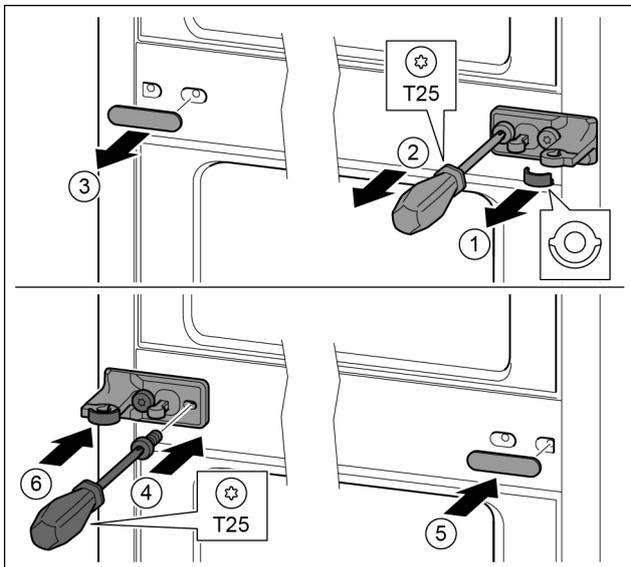

Fig. 29
- ▶ Retire la arandela. Fig. 29 (1)
- ▶ Desenrosque los tornillos con el destornillador T25. Fig. 29 (2)
- ▶ Retire la cubierta con cuidado. Fig. 29 (3)
- ▶ Atornille el soporte de cojinete con la lámina girado 180° en el otro lado para fijarlo. Fig. 29 (4)
- ▶ Coloque la cubierta girada 180° en el otro lado. Fig. 29 (5)
- ▶ Coloque la arandela desde la parte delantera. Fig. 29 (6)